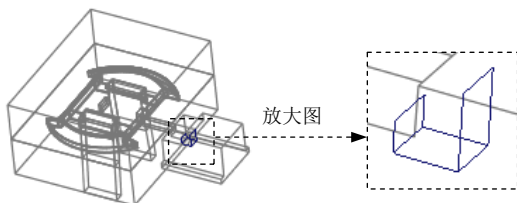
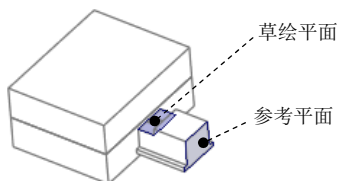
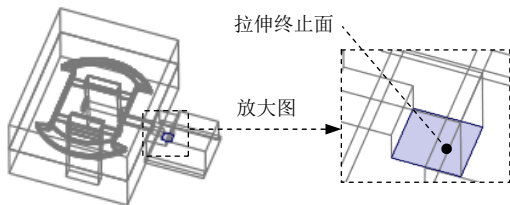

图 27.42 实体切削特征 3
图 27.43 定义草绘平面
图 27.45 选取拉伸终止面
Step8. 创建实体切削特征 3，如图 27.42 所示。单击“模具”功能选项卡“形状”区域中的按钮，此时系统弹出“拉伸”操控板；在操控板界面中按下按钮；右击，从系统弹出的菜单中选择“定义内部草绘...”命令；选取图 27.43 所示的平面为草绘平面，然后选取图 27.43 所示的表面为参考平面，方向为“右”。单击“草绘”按钮，进入草绘环境；进入截面草绘环境后，选取 MOLD_FRONT 基准平面和 MOLD_RIGHT 基准平面为草绘参考，利用“投影”命令绘制图 27.44 所示的截面草图；完成特征截面的绘制后，单击“草绘”操控板中的“确定”按钮；在操控板中选取深度类型（到选定的），将模型调整到图 27.45 所示的视图方位，选取图中所示的滑块表面为拉伸终止面；在“拉伸”操控板中单击按钮，完成特征的创建。